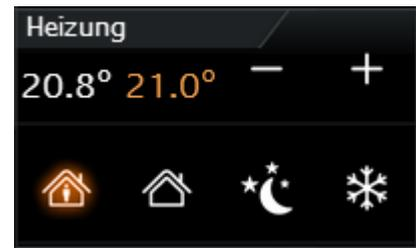

Figure 52: Element RTR/Temperature
- Temperature und RTR display (Figure 52)